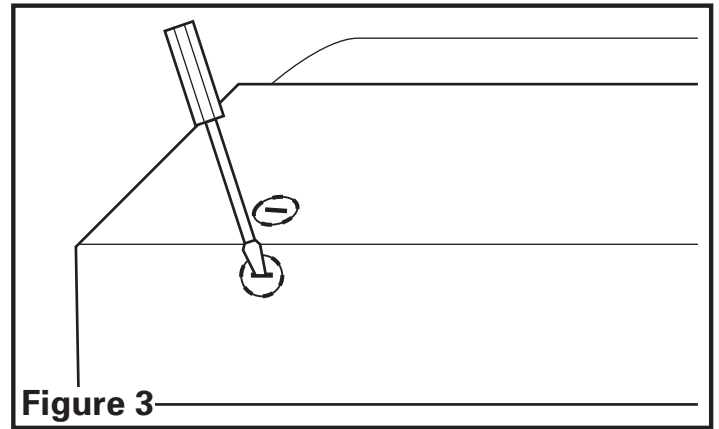

Figure 3
- Déterminer où le service électrique entrera dans la hotte et enlever les alvéoles défonçables électriques appropriées en insérant un tournevis dans la fente et en le repliant vers l'avant et l'arrière jusqu'à ce que les alvéoles deviennent lâches (**Figure 3**).